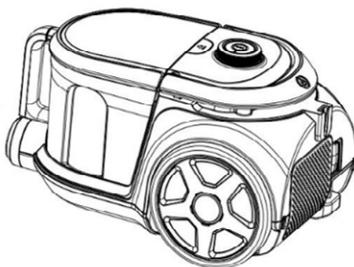

Fig. 4
4. **Fig.4: Come controllare l'avvolgimento del cavo di alimentazione.**